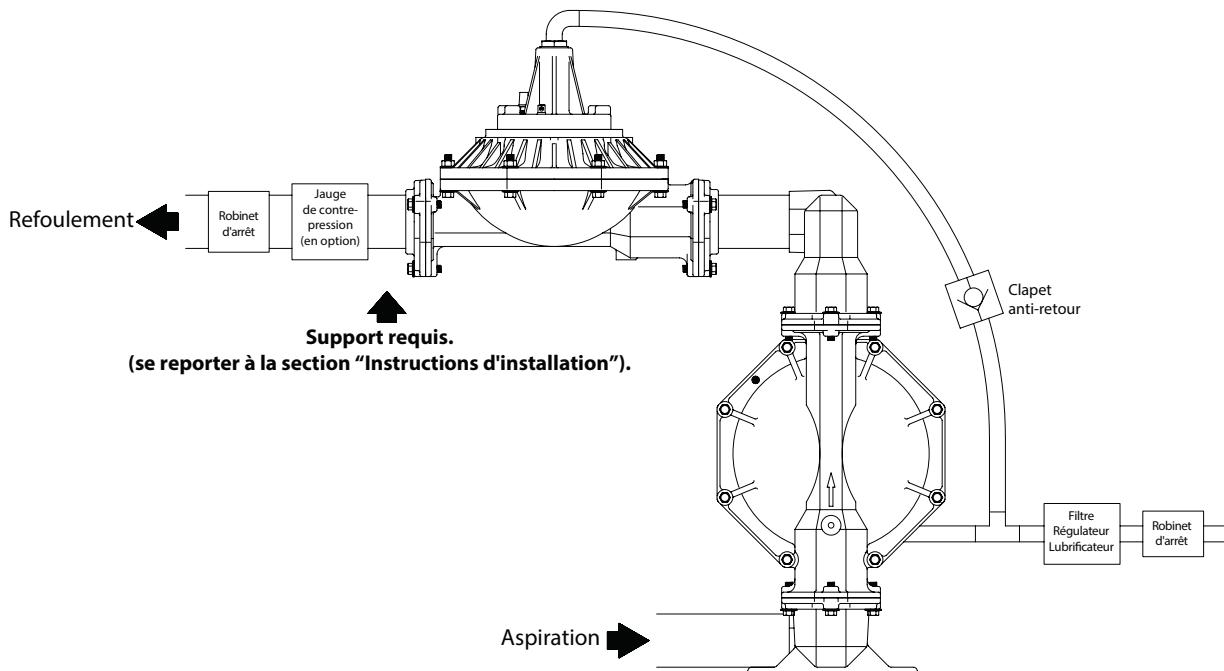

Figure 2
- Placer l'amortisseur de pulsations du Shock Blocker aussi près que possible de la sortie de refoulement de la pompe (comme indiqué à la figure 2).